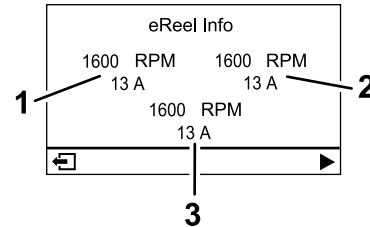

Bild 26
- **eReel-Motorbildschirm (Bild 26):** Zeigt die Geschwindigkeit und den Strom jedes Schneideinheitmotors an.